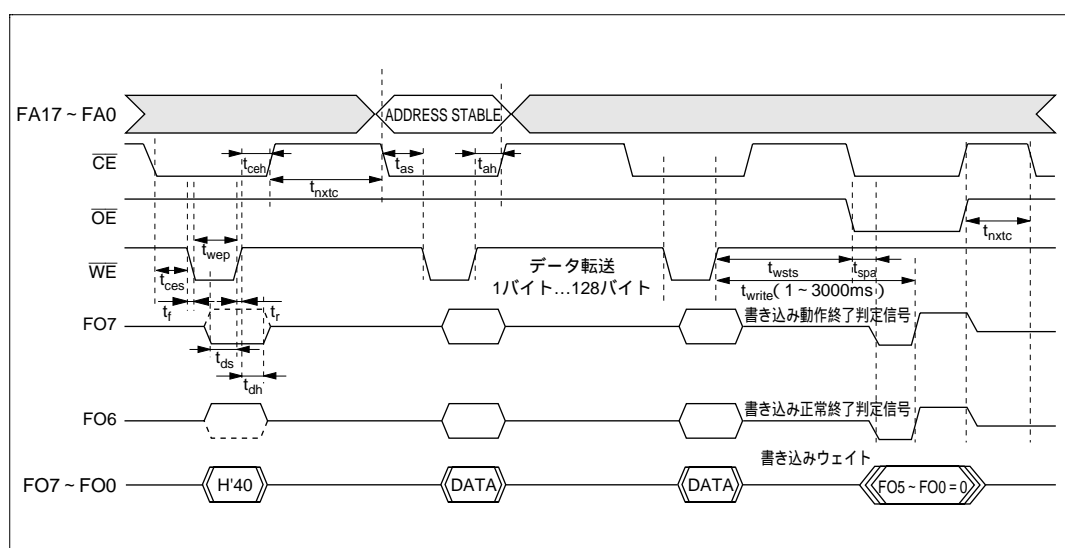

図 22.20 自動書き込みモードのタイミング波形
(2) 自動書き込みモードにおける注意事項
- (d) メモリアドレスの転送は、第 2 サイクルで行います (図 22.20)。第 3 サイクル以降では転送しないでください。